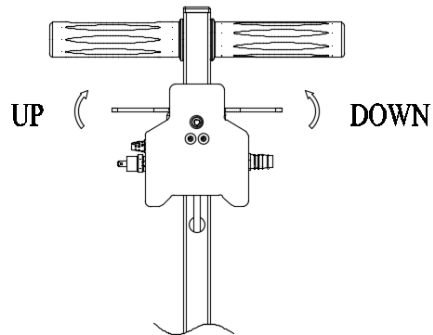

Figure 5
1. Levage et abaissement : une fois que l'appareil est connecté à la source d'air comprimé, appuyez sur le côté «UP» de l'interrupteur (voir figure 5, à gauche). Le ballon commence à monter. Lorsque vous relâchez, l'interrupteur se réinitialise automatiquement et le ballon cesse de monter. Pour faire redescendre le ballon, appuyez sur le côté «DOWN» de l'interrupteur. Lorsque vous relâchez, l'interrupteur se réinitialise et le ballon cesse de descendre.